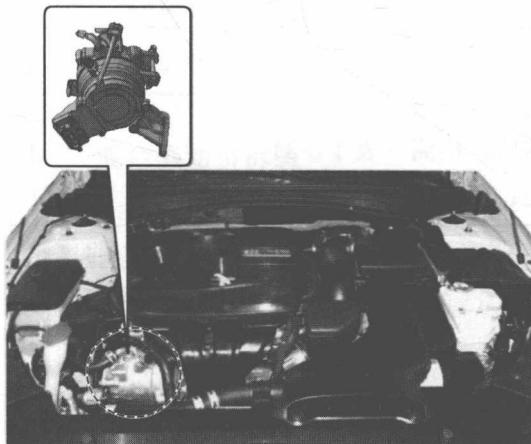
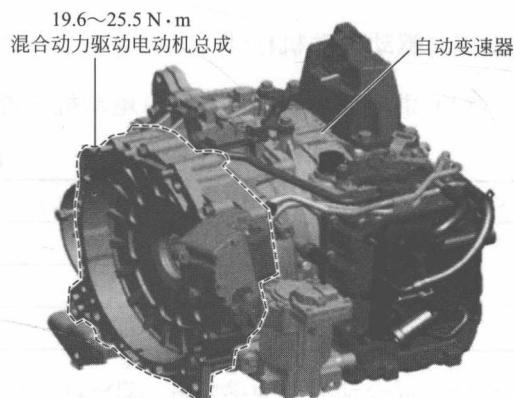

图 1-3-1
图 1-3-2
① 混合动力电动机系统配备两个电动机（HSG、驱动电动机），如图 1-3-1 和图 1-3-2 所示。
② 当驱动电动机驱动车辆行驶时，降低噪声、振动、不平顺性（NVH），并且提高燃油效率。
③ 驱动电动机在减速和制动期间起到发电机的作用。
④ 车辆行驶中，混合动力起动机/发电机（HSG）启动发动机。